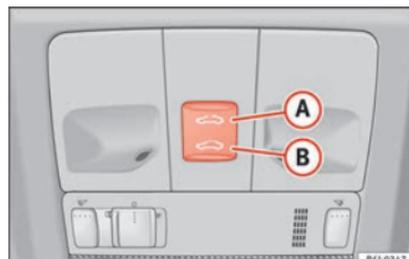

Fig. 11
- Ouverture : appuyez une seule fois sur le bouton » fig. 11 A. Si vous maintenez le bouton enfoncé, il s'ouvre jusqu'à la position désirée.
• Fermeture : appuyez une seule fois sur le bouton » fig. 11 (B). Si vous maintenez le bouton enfoncé, il se ferme jusqu'à la position désirée.